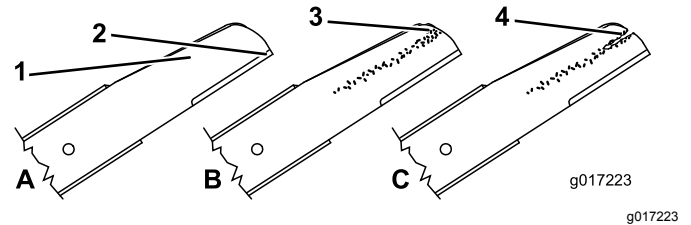

Bild 33
1. Untersuchen Sie die Schnittkanten (Bild 33). Bauen Sie die Schnittmesser aus und schärfen oder tauschen sie aus, wenn die Kanten nicht scharf sind oder Kerben aufweisen.
2. Prüfen Sie die Schnittmesser, insbesondere den gebogenen Bereich (Bild 33). Wenn Sie Beschädigungen, Verschleiß oder Rillenbildung in diesem Bereich feststellen, tauschen Sie die Messer sofort aus.